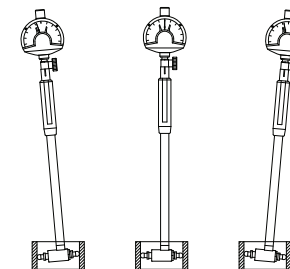

fig. 1
4. Use o anel de ajuste padrão para zerar (fig. 1). Isso deve ser feito com a placa de centralização em um ângulo leve. O medidor deve ser ajustado na mesma posição em que será utilizado posteriormente. Quando o medidor é balançado lentamente em torno da inserção esférica fixa, um ponto de inversão aparecerá no visor do medidor de dial. O ponto de inversão pode ser identificado por uma mudança de direção do ponteiro indicador.